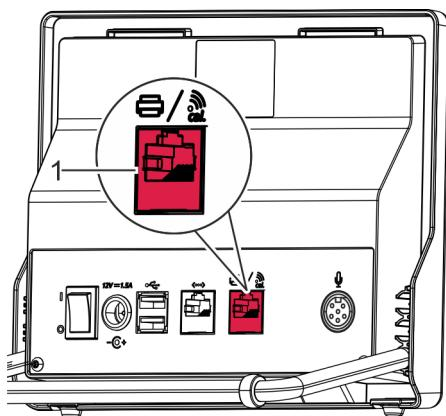

Fig. 12: Interfaz de la impresora
2. ➤ Introducir el cable de la impresora en el puerto de la impresora (Fig. 12/1).